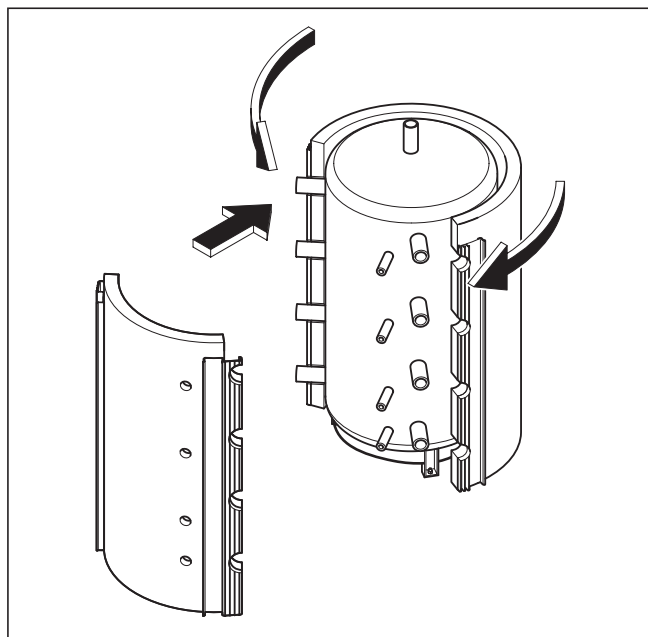

Bild 4.8 Montera isoleringshöljen
- Vik det stora (främre) isoleringshöljet runt akkumulatortanhöljet framifrån, se bild 4.8.